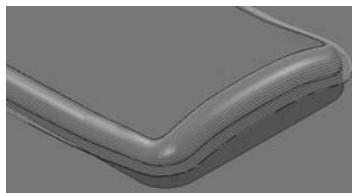

图 2-123 沿着
- (1) 开始曲线 选取一条参考线，用于定义刀具路径的起始位置。
- (2) 结束曲线 选取另一条参考线，用于定义刀具路径的终止位置。
- (3) 偏置方向 用于定义两条参考线的连接方法，包括以下选项：
- 【沿着】：从起始参考线向终止参考线偏置出刀具路径，如图 2-123 所示。